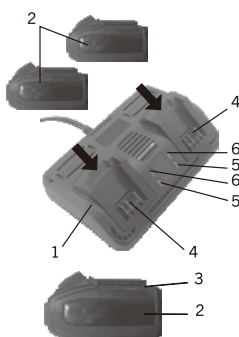

FIG. 6
- Placez le chargeur de la batterie (1) dans un endroit sec près d'une prise électrique 110-120 V 60 Hz (fig. 6).
- Branchez le chargeur de la batterie dans la prise de courant et vérifiez que le voyant DEL vert (5) S'ALLUME.
- Retournez la batterie (2) et glissez-la sur le chargeur.